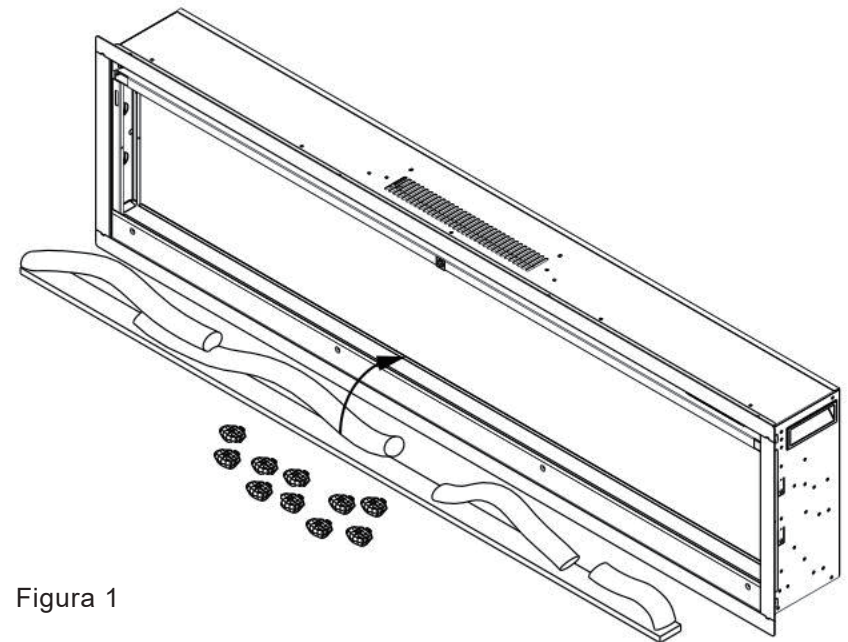

Figura 1
* Se il camino è dotato di un set di ceppi, rimuoverlo dalla confezione e posizionarlo nel punto in cui è stato progettato il caminetto. Figura 1
* Quindi posizionare con cura le braci di cristallo nel vassoio inferiore sul lato anteriore dell'apparecchio, come mostrato. Applicare uno strato uniforme da un lato all'altro. Figura 1